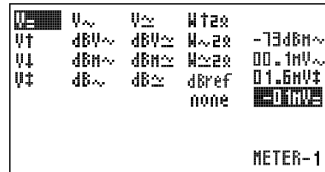

Fig 18
2. Press the cursorkeys to highlight the desired readout function for *meter1* readout. (Fig. 18)
2. Druk op de pijltoetsen voor het kiezen van de uitlezingfunctie van meter1. (fig 18)
2. Utilisez les touches curseur pour choisir la fonction désirée pour ce premier appareil de mesure. (fig 18)